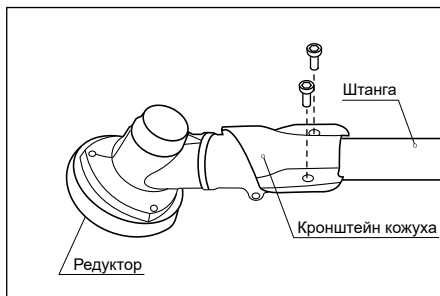

Рис. 3
2. Установите защитный кожух на штангу и зафиксируйте его двумя винтами (рис. 3).